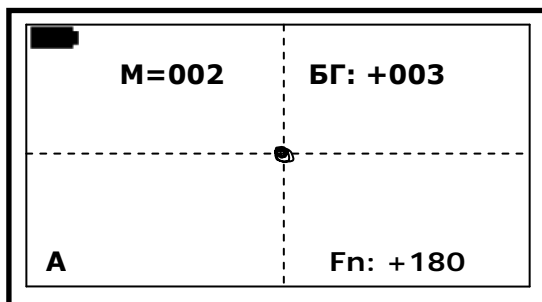

Рис. 16
3. нажмите кнопку [БГ]. Прибор перейдет в режим автоматической балансировки по грунту (Рис. 16):